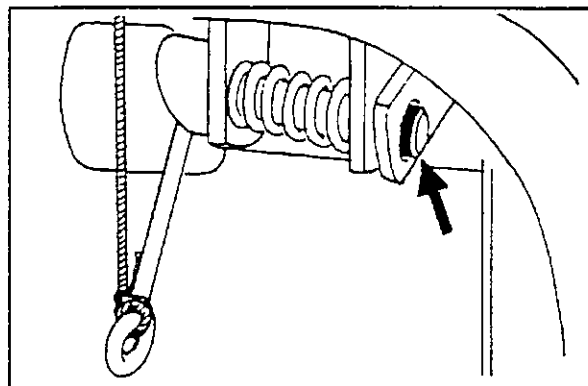

Bild 4-33
7. ... der Bolzen für die Transportsicherung einrastet (Bild 4-33).